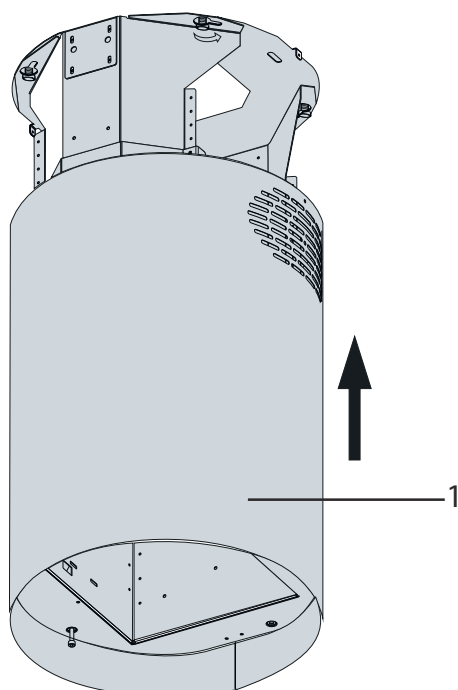

Fig. 16
5. ➤ Far scorrere la canna interna sul blocco motore e fissarla sul blocco motore con le viti fornite in dotazione col prodotto (Fig. 16).